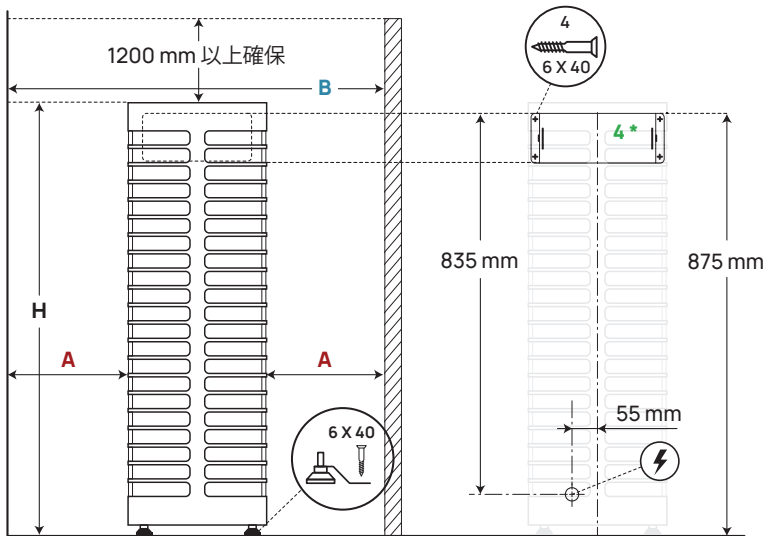

図1 サウナヒーターの設置位置
- サウナヒーターの設置場所には、離隔距離が確保されていますか？サウナヒーター設置の際の、サウナ室の天井および壁との離隔距離については、**表 1、図 1** をご参照ください。
- ・ HUUM STEEL 6、9、11各モデルは、同梱のブラケットを使って床に固定します。図1にならって、ブラケットをサウナヒーターの脚に取り付け、適切なねじで床の構造に固定してください(最低6×40mmのねじを推奨)。
- ・ HUUM STEEL Mini 4 は、同梱の壁掛けプレートを使って壁に固定してください。図1をご参照ください。